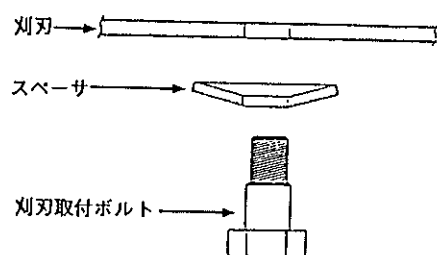

図 45 刈刃の取付け
- (6) 刈刃を取付けるときは図45の順番で取付け、スペーサのマーク(ボンチ穴)は刈刃の反対側にくるようにしてください。